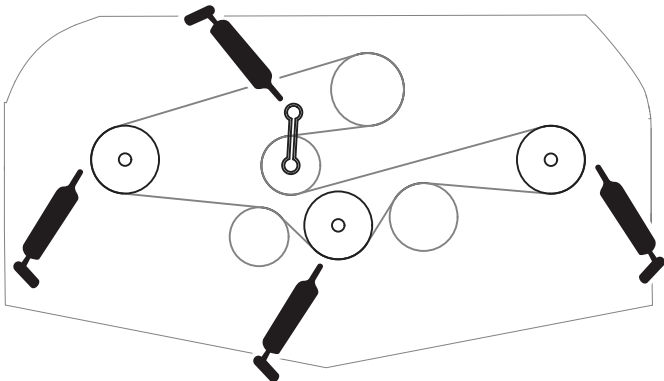

Bild 16
- Spindelwellenlager (3 – unter der Riemenscheibe) (Bild 16)
- Lager der Spannarmwelle (Bild 16)